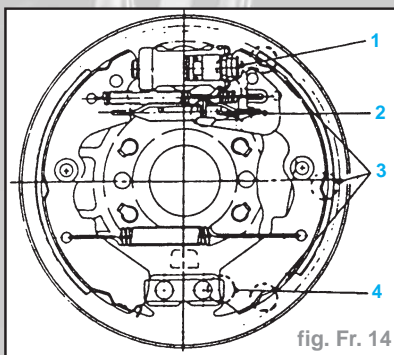

fig. Fr. 14
- Lubrifier les zones (3) du plateau support de frein, le piston (1), la mâchoire (4) et le dispositif de réglage (2) (fig. Fr. 14).